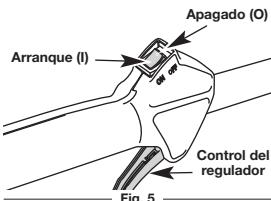

Fig. 5
NOTA: No hay necesidad de encender la unidad. El Control de Parada/Arranque/Apagado está en la posición Arranque (I), en todo momento (Fig. 5).
- Oprima y mantenga oprimido el control de encendido y apagado en la posición de APAGADO (O) hasta que el motor se detenga por completo (Fig. 5).